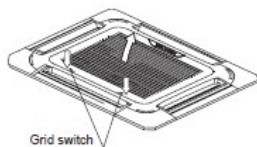

Fig.5-9
- För de två gallerbrytarena mot mitten samtidigt och för dem uppåt (referera till bild 5-9).